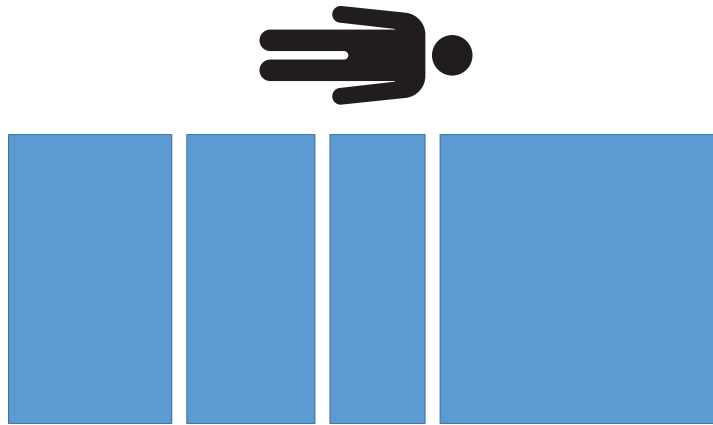

Figure 12 – Précharge - pas de poids
28. Retirer tous les poids étalonnés du produit (Figure 12).